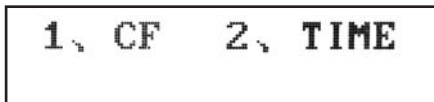
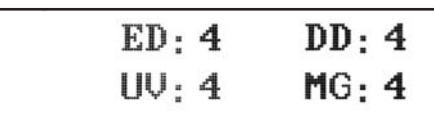

Рис. 7
Рис. 9
Нажмите на клавишу "SET". Появится следующее изображение (См. Рис. 7).
Нажмите на клавишу "SET". Появится следующее изображение (См. Рис.7). Далее нажмите на клавишу 1. При этом появится изображение (См. Рис.9).
- Рекомендуемые настройки соответствуют средним значениям (См на Рис.9.)
На экране появится надпись “Factory settings loaded”. Настройки счетчика установлены в среднее положение (См. Рис.9).